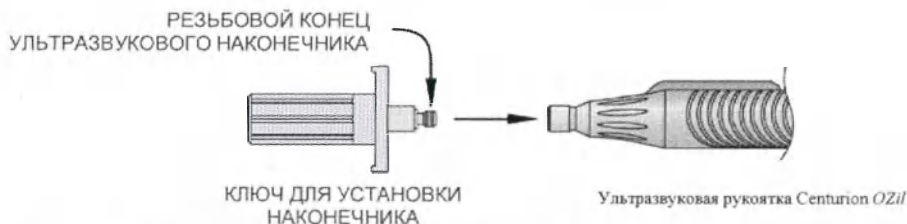

Рисунок 3-1 Сборка ультразвукового наконечника/ключа
9. Прикрутите ультразвуковой наконечник на ультразвуковую рукоятку (см. рисунок 3-1). Прочно затяните, используя ключ для установки ультразвукового наконечника. Удалите ключ для аспирационных наконечников и сохраните его для последующего снятия наконечника. Если наконечник прикручен слабо, может появиться предупреждающее сообщение и (или) это может привести к неправильной настройке.